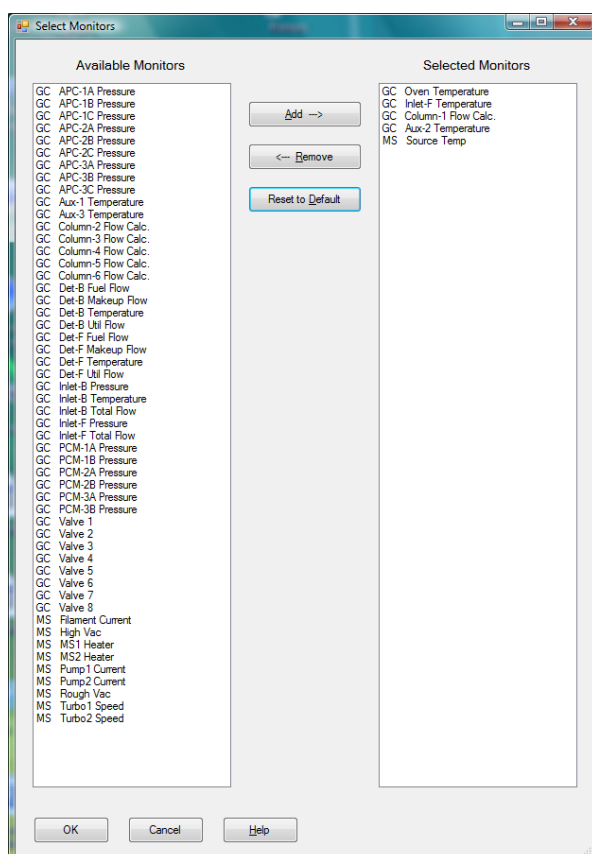

Рис. 7 Диалоговое окно Select Monitors (Выбор мониторов)
- 1 Выберите **Method > Edit Monitors** (Метод > Редактировать мониторы) для отображения диалогового окна **Select Monitors** (Выбор мониторов). См. Рис. 7.